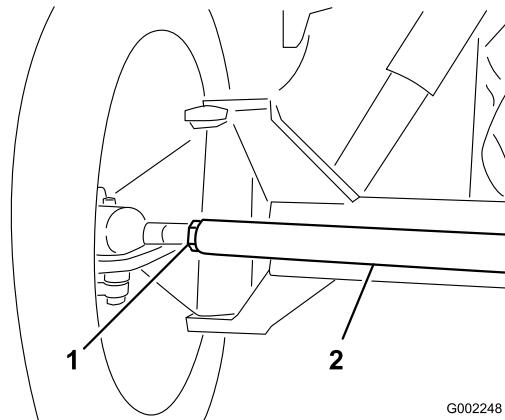

Figure 52
- 3. Si les mesures sont hors spécifications, desserrez les écrous de blocage aux deux extrémités de la biellette (Figure 52).